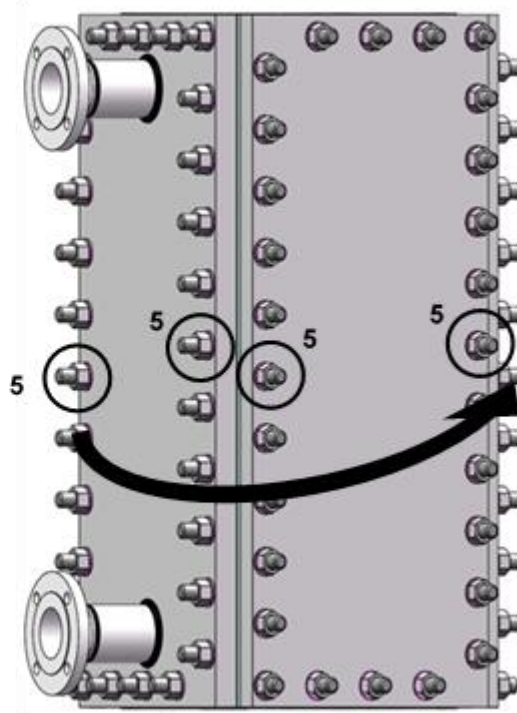

Figure 16
- Graisser le bout des tiges filetées 5 (figure 16).